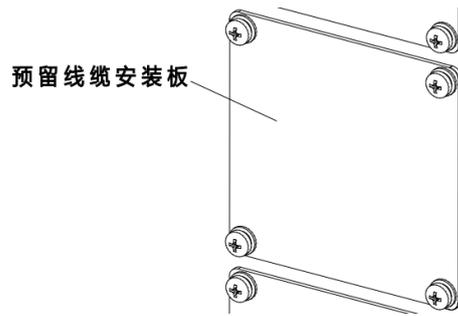
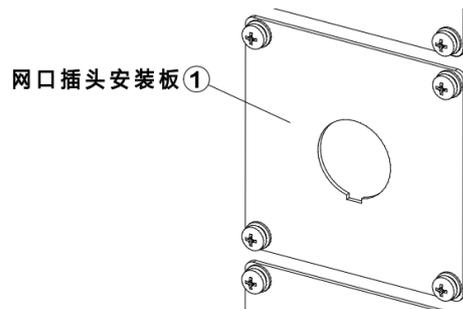

图 16-7 预留线缆安装板
图 16-8 网口插头安装板
步骤1. 用 2 个 M5 六角法兰面螺母将导轨安装至控制柜中间隔板左下侧，如图 16-7。
步骤2. 将 PEB 模块通过自带的安装卡扣安装至导轨上，参考图 16-8。
步骤1. 用十字螺丝刀将原本的预留线缆安装板（参考图 16-7）拆下，将①网口插头安装板（参考图 16-8）安装在柜体上。